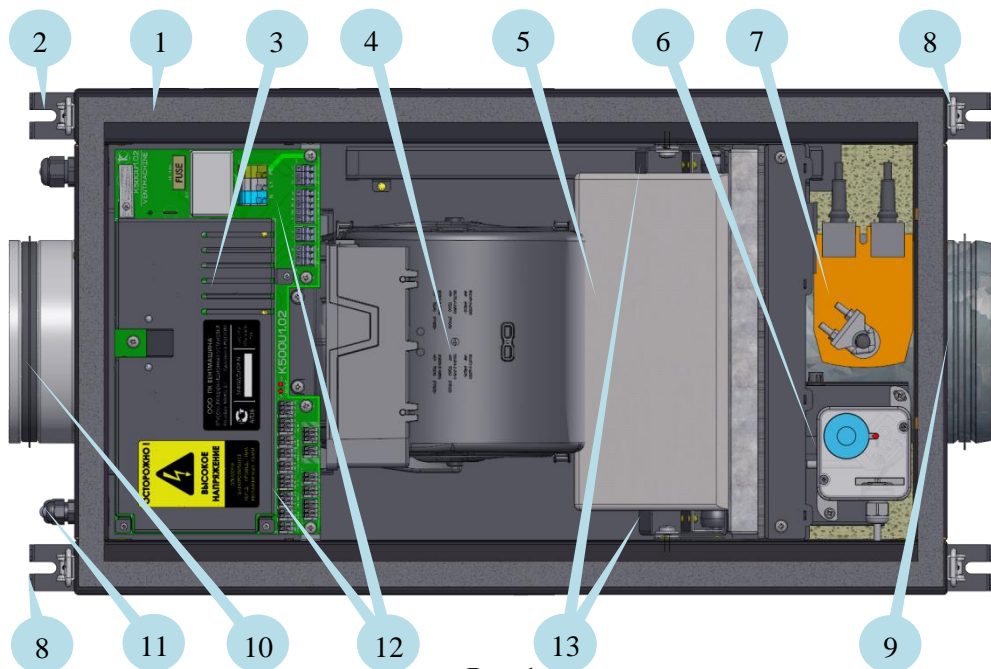

Рис. 1
Конструктивно установка (См. Рис. 1) представляет собой тепловлаagoзащищенный корпус (1) со съёмной (с помощью 4-х замков-защелок (2)) крышкой.